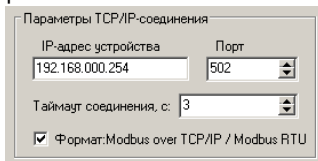

Рисунок 12 – Окно «Параметры TCP/IP соединения»
7.4.15 В разделе **«Параметры TCP/IP-соединения»** (рисунок 12) необходимо задать в поле: